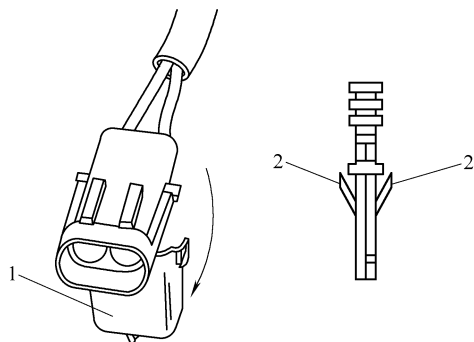

图 6-17 导线锁和锁紧杆
② 要更换 Weather Pack 端子, 应分开导线锁上的锁片。导线由导线锁和端子上 2 个锁紧杆固定到插头体中, 如图 6-17 所示, 打开导线锁卡。